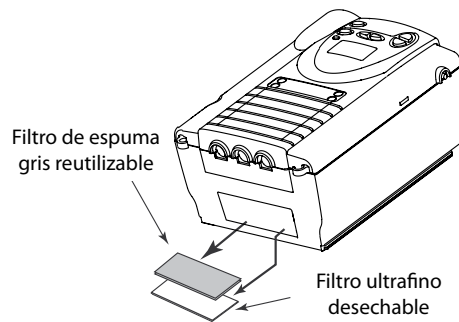

Figura 8–2 Extracción de los filtros
3. Extraiga los filtros de su recinto desprendiendo suavemente sus bordes. El filtro superior es el filtro de espuma gris reutilizable. El filtro inferior es el filtro ultrafino blanco desechable (figura 8–2).